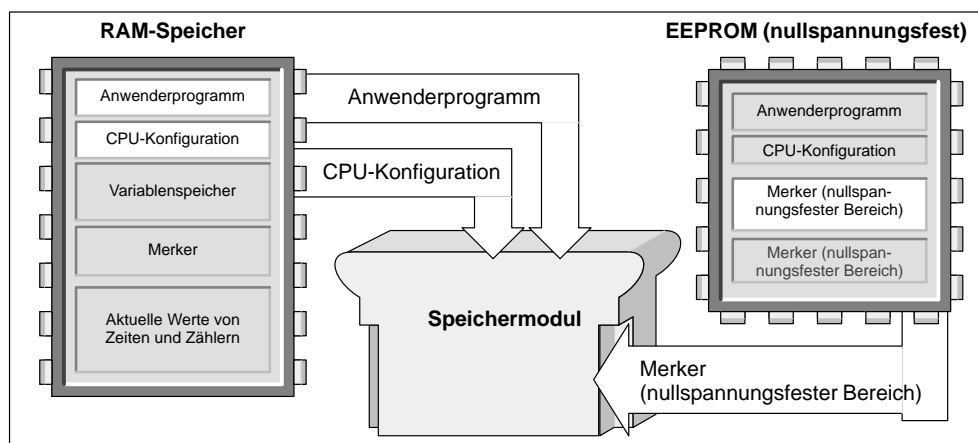

Bild 7-20 Kopieren des CPU-Speichers in das Speichermodul
2. Wählen Sie den Menübefehl **CPU ► Speichermodul**, um das Programm in das Speichermodul zu kopieren. In Bild 7-20 sehen Sie die Komponenten des CPU-Speichers, die im Speichermodul abgelegt werden.